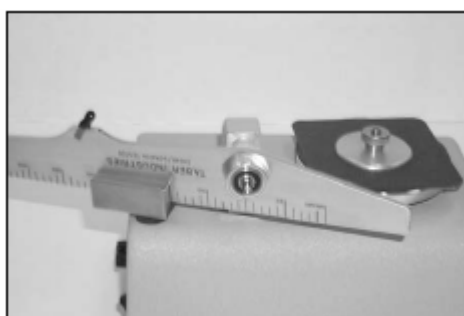

Figura 5
- Elevar el brazo graduado hasta su posición (de reposo) horizontal. Cubrir la herramienta ref. S-20 con la funda protectora suministrada (Figura 5).